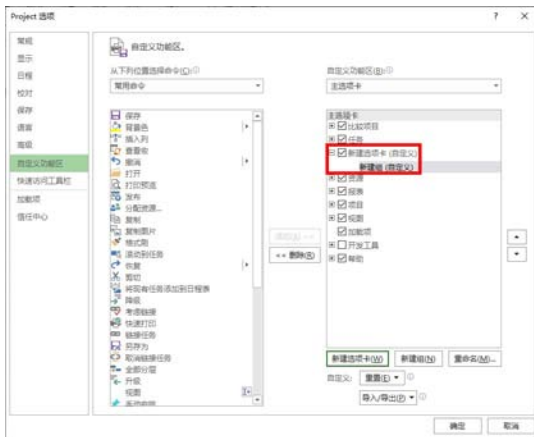

图 1-48 创建自定义选项卡
(1) 启动 Project 2019, 选择【文件】|【选项】命令。
(2) 打开【Project 选项】对话框, 选择【自定义功能区】选项, 单击【自定义功能区】列表框下方的【新建选项卡】按钮, 如图 1-48 所示, 可在列表框中显示【新建选项卡(自定义)】选项。